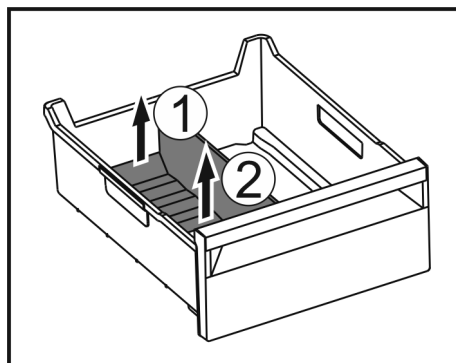

Fig. 249
- Zvedněte zadní část přepážky přihrádky na led. Fig. 249 (1)
- Přepážku přihrádky na led vyjměte nahoru. Fig. 249 (2)